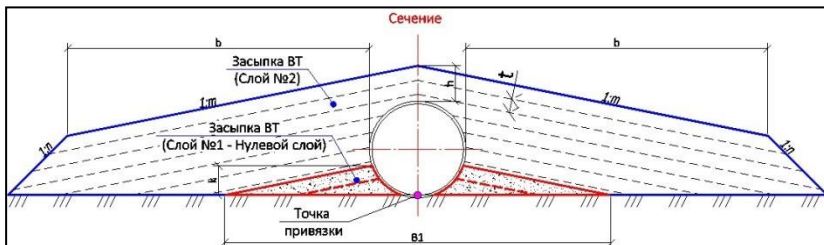

Рис. 28.20
- ✓ **наклонная двухслойная** – нижний слой (нулевой) отсыпается с заданным уклоном **1:m**, засыпка применяется для труб из гофрированного металла (рис. 28.20);
Слой засыпки ограничиваются наклонными плоскостями с крутизной **1:n** (рис. 28.20).
- **Толщина слоев, m** – параметр для уточнения толщины слоя **t** для устройства послойной отсыпки (рис. 28.20).